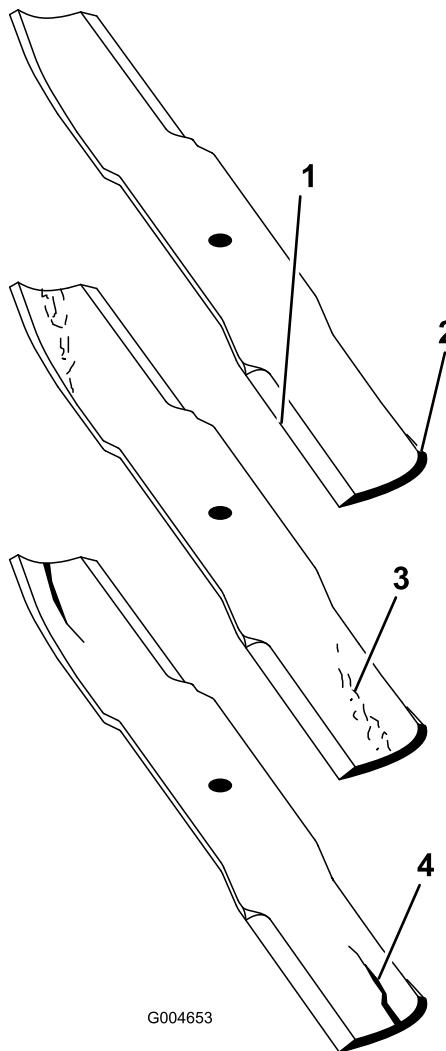

Bild 93
2. Prüfen Sie die Schnittkanten des Messers sorgfältig, insbesondere dort, wo die geraden Flächen die gebogenen berühren (Bild 93). Da Sand und anderes reibendes Material das Metall abschleifen kann, das die flachen und die gebogenen Teile verbindet, müssen Sie das Messer vor jedem Einsatz des Rasenmähers prüfen. Wenn Sie Abnutzungen (Bild 93) feststellen, sollten Sie das Messer auswechseln.
Wenn sich das Messer abwetzen kann, bildet sich ein Schlitz zwischen dem Windflügel und dem flachen Teil des Messers (Bild 93). Zuletzt kann sich ein Stück des Messers lösen und aus dem Gehäuse herausgeschleudert werden. Das kann zu schweren Verletzungen bei Ihnen selbst und Unbeteiligten führen.